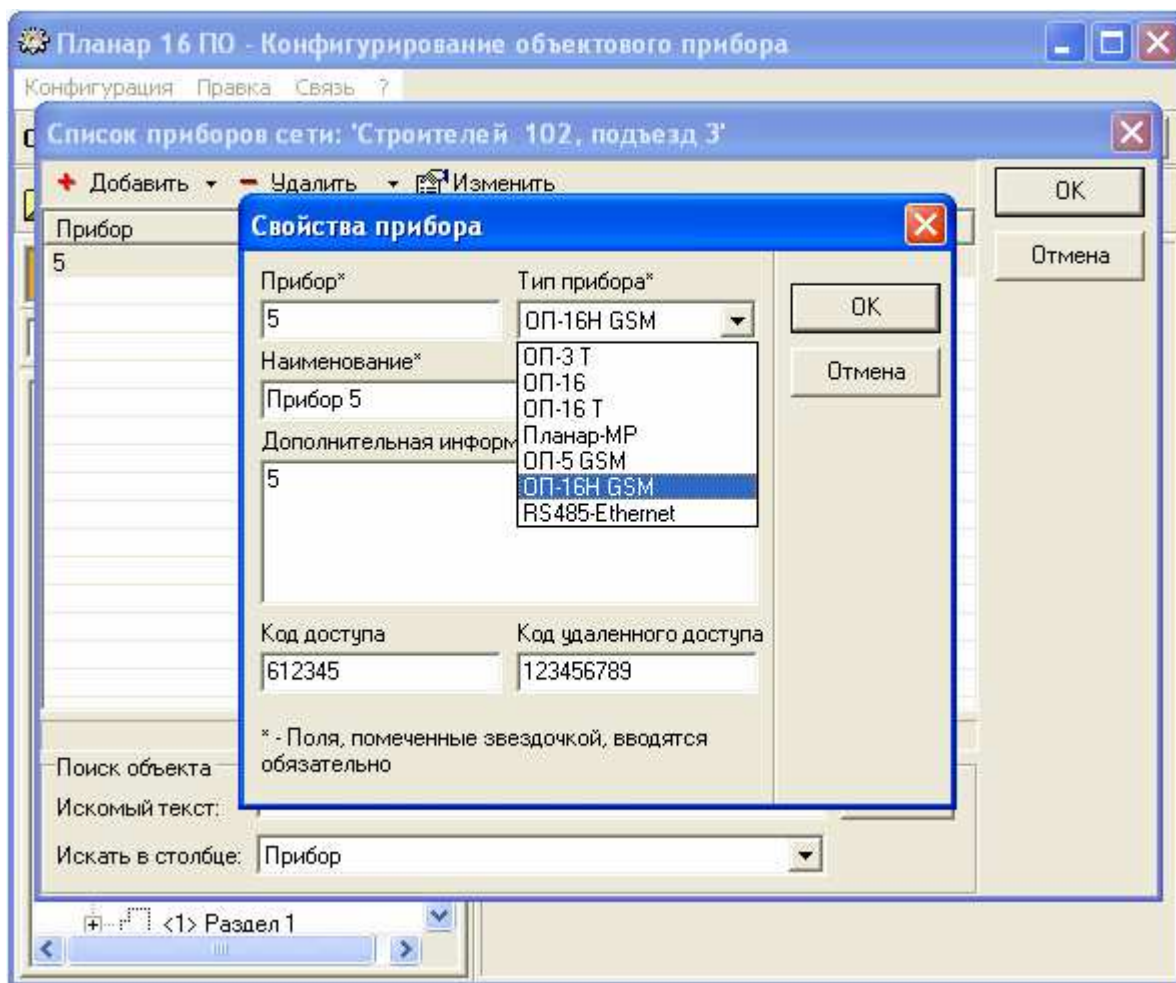

Рис. 12.6 Редактирование свойств прибора
12.2.2.3.10. Типовое окно программы конфигурирования объектового прибора в режиме редактирования его свойств приведено на рис.12.6.